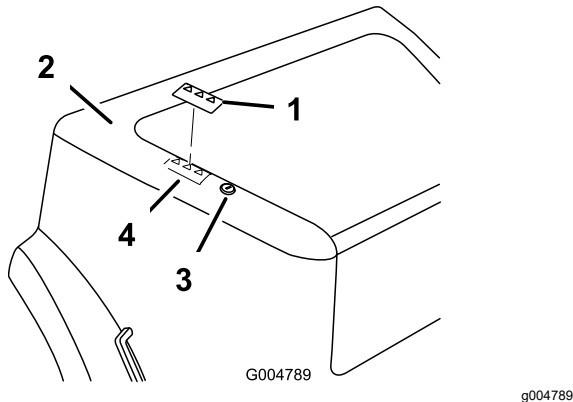

Figura 10
1. Limpie a fondo la zona donde se va a instalar la pegatina (Figura 10).
3. Separe el papel protector de la pegatina de seguridad, aplíquelo al capó como se muestra en la Figura 10, y apriete la pegatina con una rasqueta, usando pasadas solapadas desde el centro hacia los bordes.